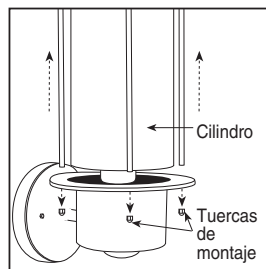

Figura 12
- j. Para unidades cilíndricas, destornille las tuercas de montaje del extremo inferior, levante ligeramente la caja de la unidad. Coloque la bombilla. Reinstale la caja con las tuercas de montaje. (Ver la figura 12)